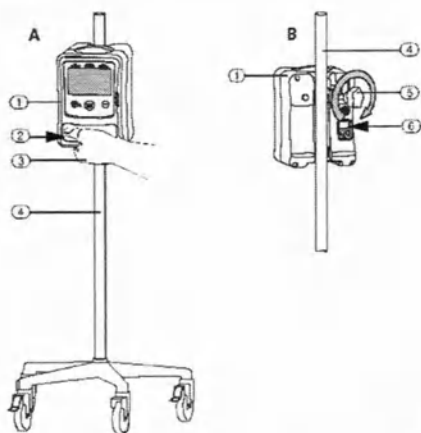

рис. 4-2 Крепление помпы к подставке
1. Возьмите помпу 1 в одну руку 3, как показано на рис. 4-2. Большой палец находится внутри кассетной щели, а остальные – держат помпу за основу.